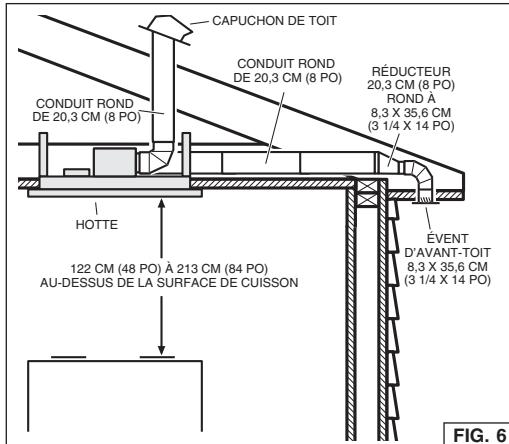

FIG. 6
1. Décidez de l'emplacement des conduits entre la hotte et l'extérieur. Fig. 6.
La hotte doit être centrée au-dessus de la surface de cuisson. Assurez-vous d'un espace adéquat dans la structure du plafond pour l'installation de la hotte et des conduits. Pour mieux capter les vapeurs de cuisson, la hotte doit être 122 cm (48 po) à 183 cm (84 po) au-dessus de la cuisinière. Fig 6.